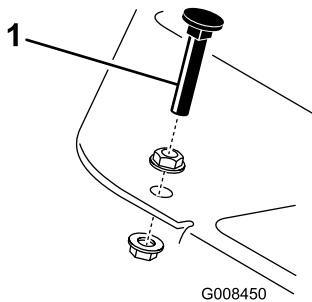

Рисунок 43
- Отпустите фланцевые гайки с буртиком, которые крепят упор педали к плите пола (Рисунок 43).
Нажмите на педаль тяги. Если педаль тяги касается упора (Рисунок 43) до того, как на тросике будет ощущаться натяжение, то требуется выполнить следующую регулировку: